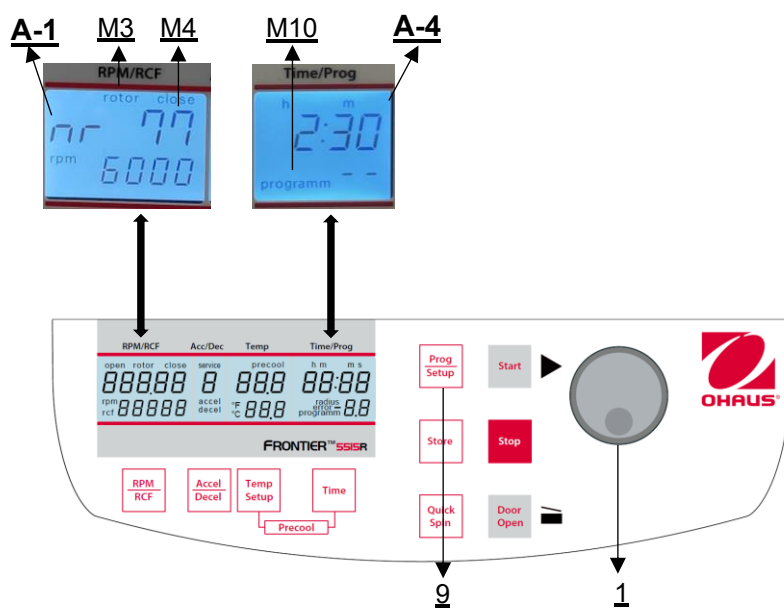

Abbildung 25
Um gespeicherte Programme abzurufen, drücken Sie die Taste **"Prog/Setup"** (9) (siehe Abbildung 25), während der Deckel bereits geschlossen ist. In der Anzeige **"Time/Prog"** (A-4) erscheint **"program--"** (M10). Die gewünschte Programmnummer kann mit dem Drehknopf (1) vorgewählt werden.
Um den Programmmodus zu verlassen, drücken Sie die Taste **"Prog/Setup"** (9) (siehe **Abbildung 25**). Dann erscheint im Display